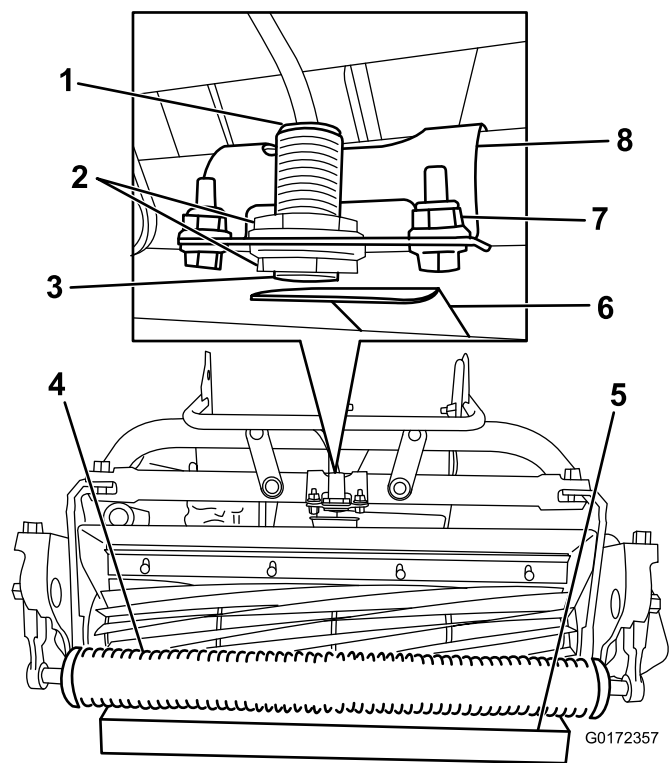

Figura 18
2. Afloje las contratueras del sensor y ajuste el sensor hasta que quede visible una rosca por debajo de la contratuerca inferior (Figura 18).
4. Coloque un bloque de 3,8 cm debajo del rodillo delantero de la unidad de corte (Figura 18).
5. Afloje los pernos que sujetan el soporte del sensor al bastidor (Figura 18).
8. Gire el soporte del sensor hacia la placa objetivo hasta que se encienda la luz situada encima del sensor (Figura 18). Si ya estaba encendida, gírelo hacia fuera hasta que se apague la luz, y luego en el sentido contrario justo hasta que se encienda.